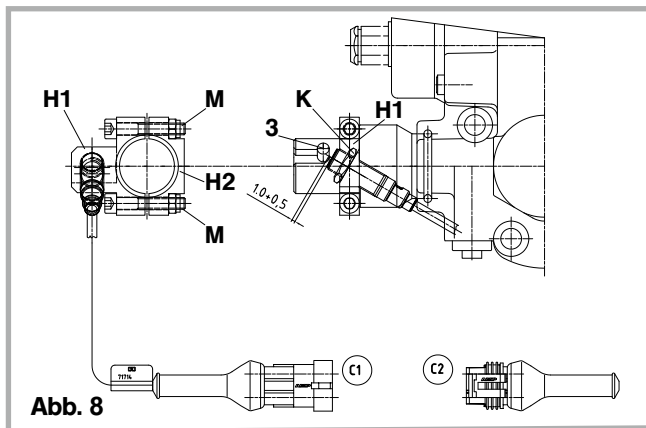

Abb. 8
b) Bei Version für Bus (Abb. 8)
- (**H1**) mit Halterunterteil (**H2**), Innensechskantschrauben (**I**) und Muttern (**M**) verschrauben (Abb. 8)
- Grenztaster bei geschlossener Kupplung so einstellen, dass der Abstand zwischen Knebelgriff (**3**) und Grenztaster 1mm beträgt (Abb. 8)
- b) Grenztaster** nachjustieren (Version für Bus siehe Abb. 8)